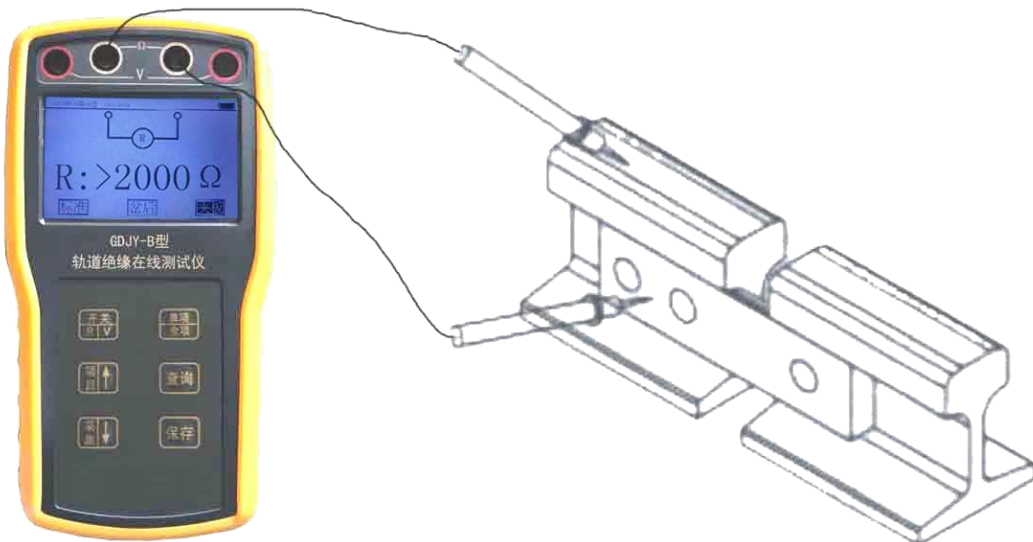

图 3 轨道鱼尾夹板绝缘检查
(3) 车站仅正线与到发线股道发码时，道岔“跳线”引线布置如图3所示。
(图 3) 按上下键选择要测试的绝缘节位置进入全项测试